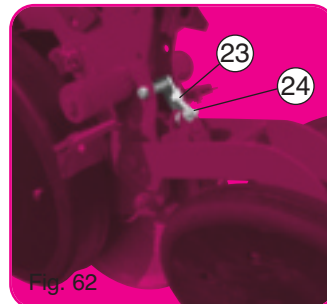

Fig. 62
Cette roue plombreuse est utilisable sur terrain plutôt sec, pour tous semis. Sur terrain trop humide, un bourrage au niveau de la roue est toujours possible, dans ce cas, escamoter la roue par le taquet 23 fig. 62. Si cette opération ne s'avèrait pas suffisante, il faudrait enlever la roue seule, en laissant le cadre 4 sur l'élément. Le décroctoir 11 Greenflex réversible doit être surveillé de temps en temps, et réglé avec précision à l'aide de l'écrou 24 fig. 62.
The press wheel has a diameter of 295 mm and a width of 21 mm and is in stainless steel. It can only be adapted on the NG Plus 4 units. It floats independently from the metering unit and the rear press wheel unit. The NG Plus 4 equipped in this manner, now becomes the NG Plus 4 PRO. This press wheel can be used in rather dry soils for all types of seeds. In damp soil, a packing up of the wheel is always possible, in this case, retract the wheel using the latch 23 fig. 62. If this is not sufficient, the wheel only must be removed, leaving the frame 4 on the metering unit. The reversible Greenflex scraper 11 should be controlled from time to time and adjusted with precision using the nut 24 fig. 62.
Con este equipo la NG Plus 4 se convierte en NG Plus 4 PRO. Se utiliza la rueda aplomadora en tierras de preferencia, secas, con todo tipo de semillas. Con tierras demasiado húmedas, se pueden embarrar, en este caso, escamotear la rueda con el tope 23 fig. 62. Si con esta operación no se obtuviera satisfacción, proceder a quitar la rueda desando el marco 4 sobre el elemento. El quitabarros 11 Greenflex debe ser objeto de observación, de vez en cuando y regulado con precisión con la tuerca 24 fig. 62.
Questa ruota è utilizzabile su terreni piuttosto secchi, per tutte le semine. Su terrine troppo umidi, è possibile si verifichi un intasamento della ruota, in questo caso, disinserire la ruota tramite la tacca 23, fig. 62. Se questa operazione non è sufficiente, basta togliere solo la ruota, mantenendo il quadro 4 sul l'elemento. Il raschiatore 11 reversibile deve essere controllato di tanto in tanto e regolato con precisione con l'aiuto del dado 24, fig. 62.
- Position escamotée (fig. 62).
- Posición de escamoteado (fig. 62).
- Retracted position (fig. 62).